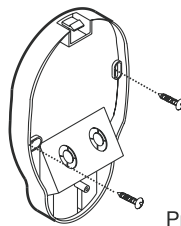

Рис. 13
3. Зафиксируйте нижнюю часть на стене с помощью винтов (см.рис.13).